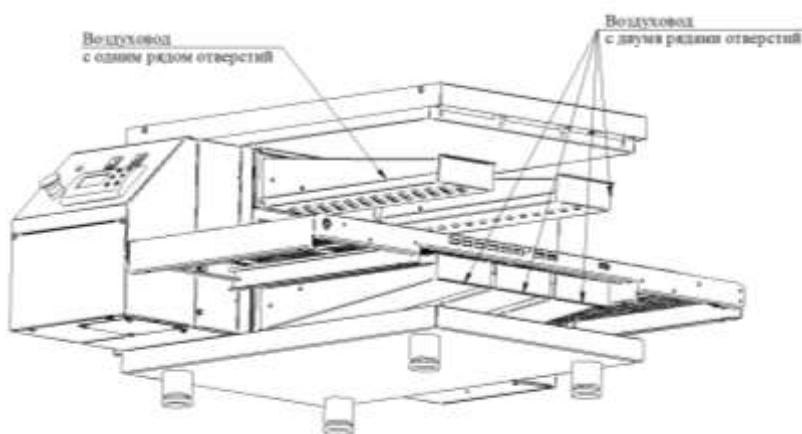

Рис. 14
6. Установить все снятые элементы в обратной последовательности. Заводская схема установки воздухопроводов указана на Рис. 14.